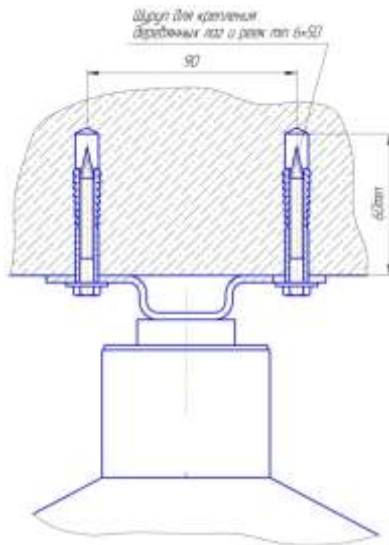

Рис.4
6.2.1 МПП крепить к потолочному перекрытию (Рис.4) дюбелями диаметром 10 мм, саморезами или шурупами минимум 6*50 мм. При этом крепление МПП к потолочному перекрытию должно выдерживать импульсную нагрузку от отдачи модуля в момент выброса огнетушащего порошка.